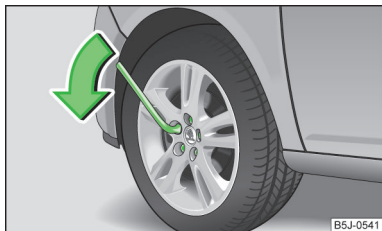

Abb. 141
- › Am Schlüsselende fassen und die Schraube etwa **eine** Umdrehung in Pfeilrichtung drehen » Abb. 141.
- › Am Schlüsselende fassen und die Schraube entgegen der Pfeilrichtung drehen » Abb. 141, bis diese fest ist.